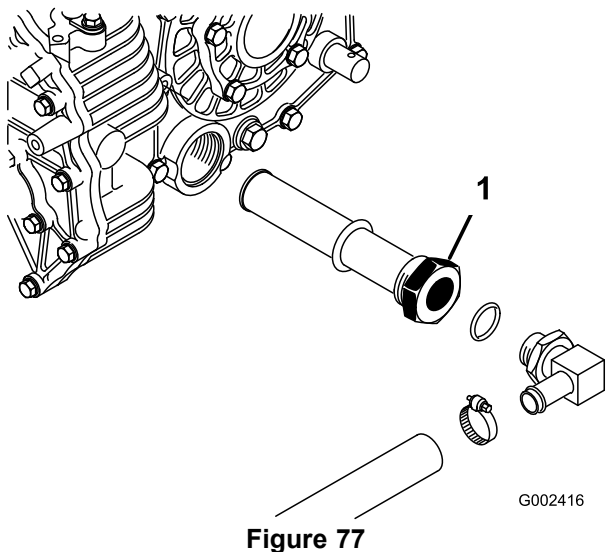

Figure 77
- Notez l'orientation du flexible hydraulique et du raccord à 90° raccordé à la crépine sur le côté du réservoir (Figure 77). Déposez le flexible hydraulique et le raccord à 90°.